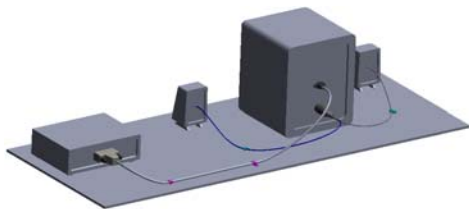

图 11.2.11 电气设计
- **电气设计:** 主要用于电气传输设备中的电缆/电线线路的布置, 完成电气传输设备中三维电缆/电线设计和工程图中的电线清单, 如图 11.2.11 所示。